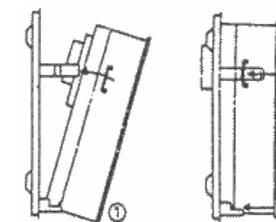

Рис.2
- Вставьте в патрубок вывода продуктов сгорания теплообменника (сзади) второй конец выхлопной трубы и, смещайте теплообменник от себя к стене до упора, поддерживая на весу, по верхним боковым направляющим и нижним консольным опорам задней стенки (см. Рис.2).